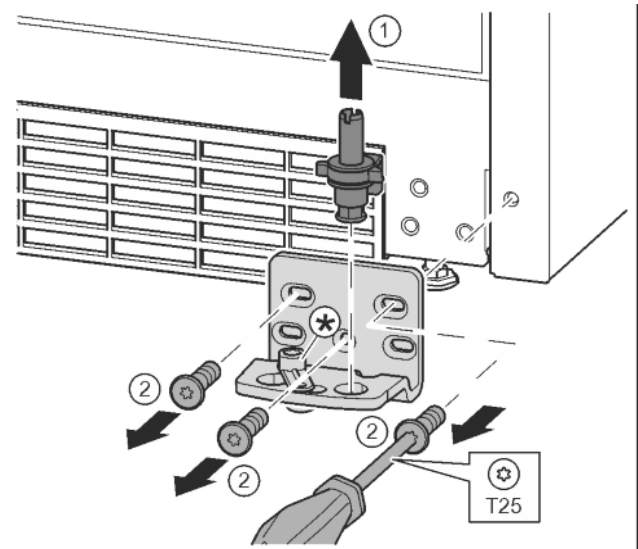

Fig. 11
- ▶ Sortir complètement l'axe de palier par le haut. Fig. 11 (1)
- ▶ Desserrer les vis avec le tournevis T25 et enlever le support de palier. Fig. 11 (2)